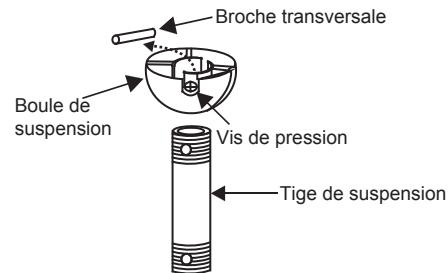

Fig. 7
Étape 5.Retirez la boule de suspension de la tige de suspension en desserrant la vis, en dévissant et en dégageant la broche transversale et en dévissant la balle de la tige. (Fig. 7)